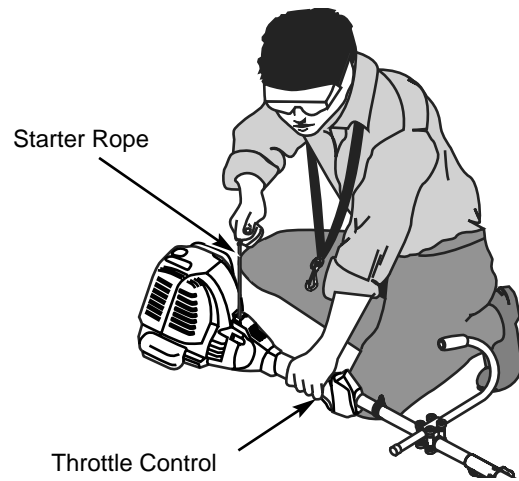

Fig. 22
AVERTISSEMENT: Zvitez tout dmarrage accidentel. Tenez-vous en position de dmarrage lorsque vous tirez sur la corde de dmarrage (Fig. 22). L'oprateur et l'appareil doivent tous deux ẽtre en position stable pour Zviter des blessures graves. Vrifiez la bonne installation de l'accessoire avant le dmarrage de l'appareil.
5. Accroupissez-vous en position de dmarrage (Fig. 22). Appuyez sur le verrouillage des gaz et appuyez sur le levier de contrle des gaz. Tirez vivement le lanceur ^ cinq reprises.